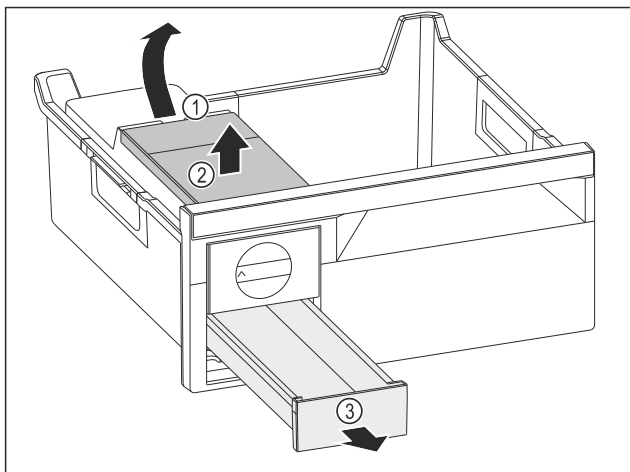

Fig. 140
- Udtagning af vandtank: Løft vandtanken i udsparringen Fig. 140 (1).
- Tag vandtanken Fig. 140 (2) op og ud.
- Tag isterningseskuffen Fig. 140 (3) frem og ud.